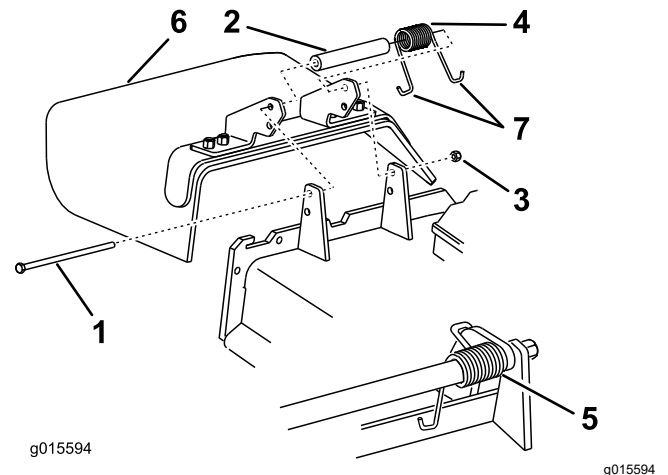

Figura 87
1. Retire la contratuerca, el perno, el muelle y el espaciador que sujetan el deflector a los soportes de pivote (Figura 87).
2. Retire el deflector de hierba dañado o desgastado (Figura 87).
- Nota:** Asegúrese de colocar un extremo con gancho en J del muelle detrás del reborde de la carcasa antes de instalar el perno, según se muestra en Figura 87.
6. Coloque 1 extremo en J del muelle alrededor del deflector de hierba (Figura 87).